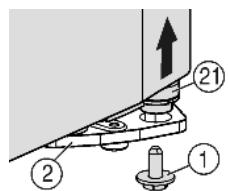
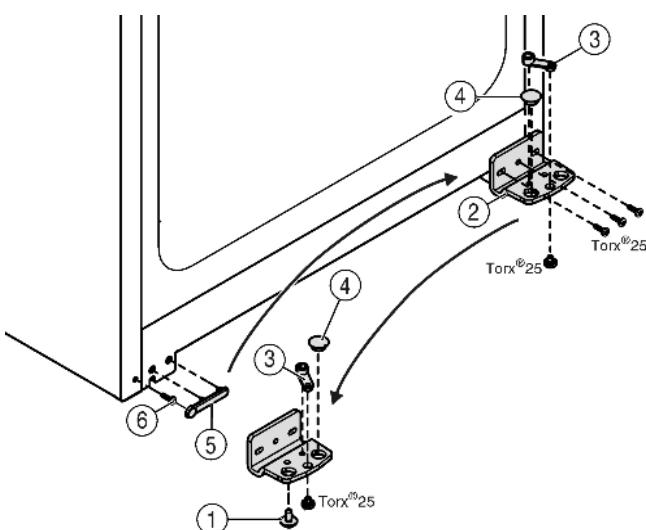

Fig. 4
Fig. 5
- Внизу справа на опорном кронштейне выкрутите фиксирующий винт Fig. 4 (1).
- Опорный палец Fig. 4 (21) можно извлечь из опорного кронштейна Fig. 5 (2).
- Если не удается извлечь опорный палец Fig. 4 (21), нажмите на него снизу.
- Открутите опорный кронштейн Fig. 5 (2).
- Открутите опорную деталь Fig. 5 (3) и, переставив в отверстие на противоположной стороне опорного кронштейна, снова прикрутите.
- Извлеките заглушку Fig. 5 (4) из опорного кронштейна и переставьте ее в отверстие на противоположной стороне опорного кронштейна.
- Осторожно снимите крышку со стороны ручки Fig. 5 (5).
- Выкрутите болт Fig. 5 (6) и вкрутите на противоположной стороне.
- Снова установите крышку Fig. 5 (5).
- Снова прикрутите опорный кронштейн Fig. 5 (2) на новой стороне шарнира (**с моментом 4 Нм**). При необходимости используйте аккумуляторный шуруповерт.
- ▶ Вкрутите фиксирующий винт Fig. 4 (1) внизу в опорный палец и затяните (**с моментом 4 Нм**).